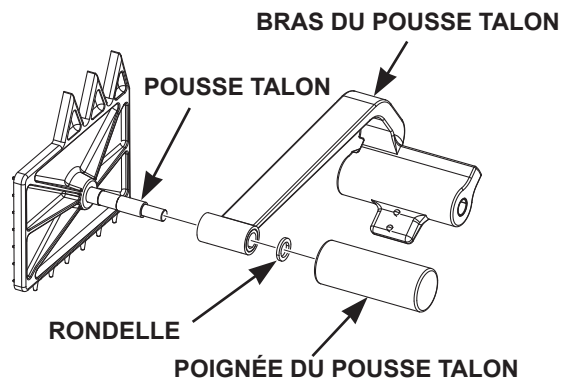

Fig. 8
- Desserrez la poignée du pousse talon (Fig. 8) et retirez la poignée, le bras et la rondelle du pousse talon.